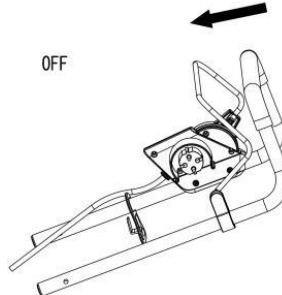

FIG.9.1
• Kontynuuj w dół obszaru koszenia, jak pokazano na Rys. 9.1, przechodząc od pozycji 1 do pozycji 2, a po osiągnięciu pozycji 2 skreć w prawo i idź w kierunku pozycji 3. Kontynuuj do końca obszaru koszenia, skreć w lewo i przejdź do pozycji 4. Kontynuuj w ten sam sposób, jak pokazano na Rys. 9.1,